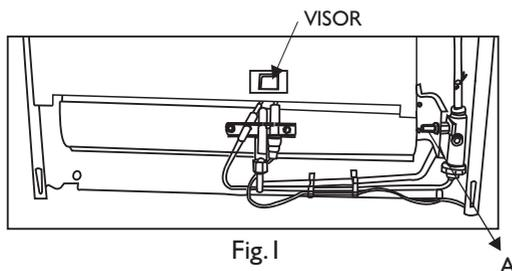

Fig.1
1. Reemplace el inyector quemador "A", que se encuentra roscado a la válvula o portainyector (3180 SCE) y situado a la entrada del quemador, por el inyector de recambio provisto utilizando una llave de 8 mm. (Fig.1)